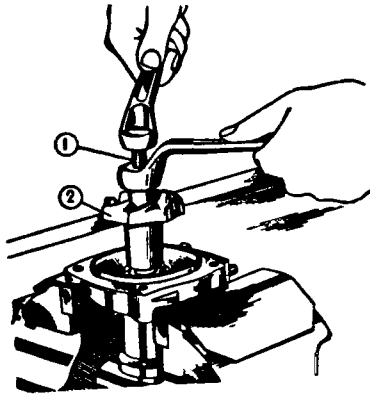

Рис. 2-63. Снятие крыльчатки насоса: 1 - съемник; 2 - крыльчатка
- закрепите крышку в тисках, используя прокладку, и снимите крыльчатку с валика съёмником А.40026 (рис. 2-63);